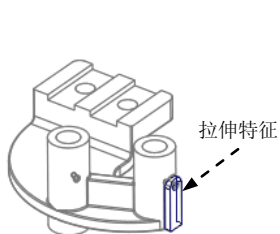
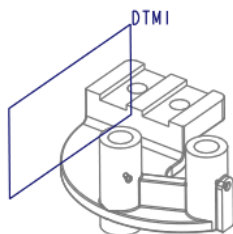
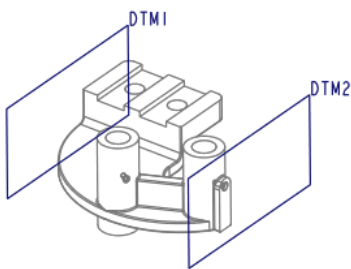

图 11.2.1 拉伸特征
图 11.2.2 辅助基准平面 DTM1
图 11.2.3 辅助基准平面 DTM2
**说明：**在本范例之前，所需的视图方位及截面都已经在零件模型环境中预先创建好。创建的方法在本书前面的章节中已经讲过，在此不再赘述。但是为了使制作的工程图上的尺寸为合适的驱动尺寸（修改后可以驱动零件模型作出相应修改的尺寸，即可自动生成的尺寸），往往要求在创建零件模型的时候就要考虑合理地安排特征的顺序及创建辅助的基准平面和基准轴等。现在举个例子来说明这个问题，要使本范例制作的工程图能自动产生总宽尺寸 370，则在创建图 11.2.1 所示的拉伸特征时，应该先创建图 11.2.2 所示的辅助基准平面 DTM1；再以 DTM1 为参考创建辅助基准平面 DTM2，如图 11.2.3 所示，使这两个基准平面相距为 370；然后再以 DTM2 为草绘平面开始创建拉伸特征。这样在制作工程图时，